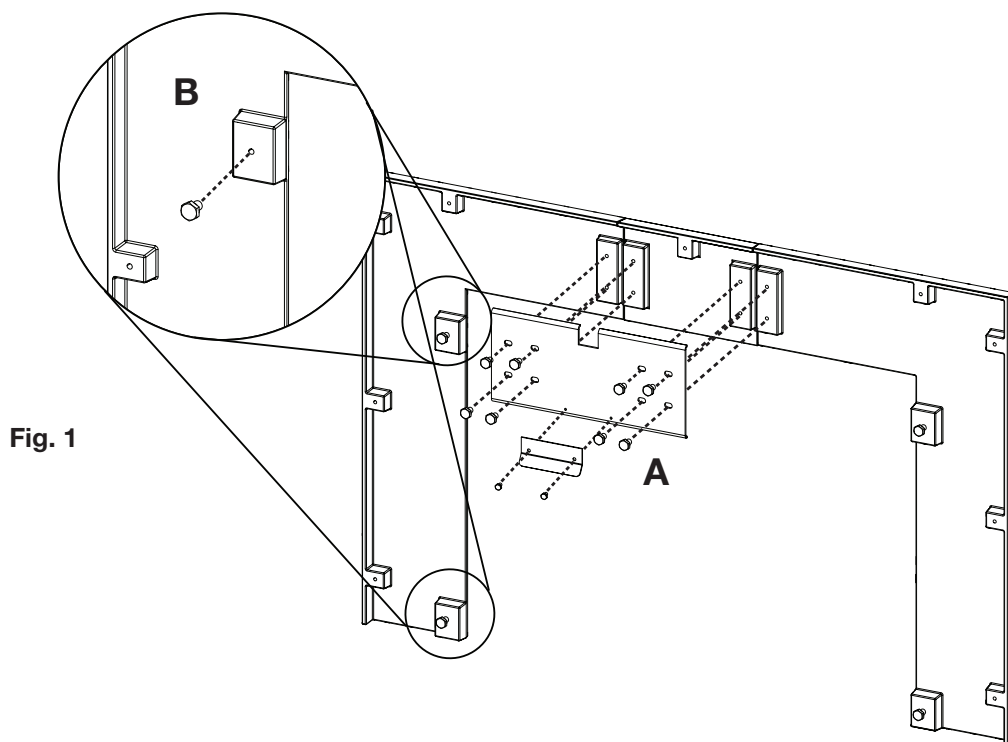

Fig. 1
- C. Vissez les 4 vis, détachement, dans les trous (**Fig. 1 B**). Répétez sur l'autre côté.
- A. Alignez les 3 trous sur le support du pare-étincelles avec les trous correspondants sur le côté droite de l'appareil. Vissez à sa place en utilisant les 1/4-20 vis à tête ronde (**Fig. 1 A**).
- B. Utilisez les 1/4-20 vis à tête ronde, enfillez la vis approximativement 1/2 de sa longueur dans le support à fentes (2 par côtés) (**Fig. 1 B**).